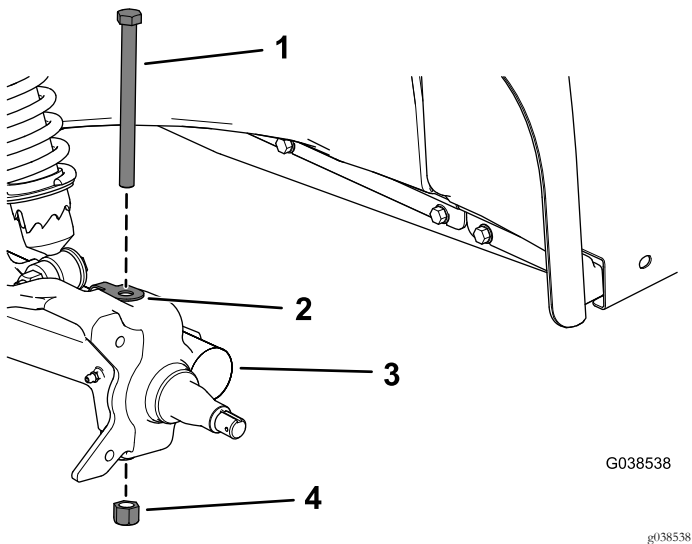

Figura 9
9. Retire el perno de cabeza hexagonal ($\frac{1}{2}$ " x 6"), el clip y la contratuerca ($\frac{1}{2}$ ") del brazo de mando, y retire la mangueta (Figura 9).
2. Instale la mangueta en el brazo de mando con el perno de cabeza hexagonal ($\frac{1}{2}$ " x 6"), el clip y la contratuerca ($\frac{1}{2}$ "), como se muestra en Figura 9.